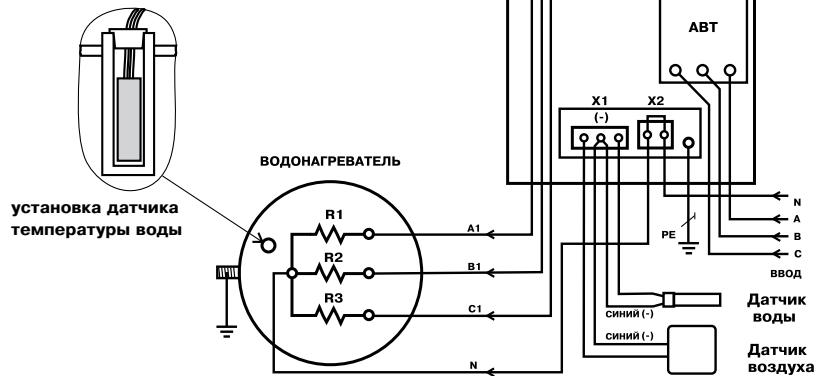

Рис.2 Схема подключения панели управления
5.2. Эксплуатация панели должна осуществляться только при условии ее подключения в соответствии со схемой подключений (Рис.2).
6.3. Подключить панель к питающей сети кабелем соответствующего сечения исходя из номинальной мощности электроводонагревателя согласно схеме подключений Рис.2 настоящего паспорта. Если используется одножильный медный провод, то необходимо тщательно зачистить и облудить присоединяемые концы. При использовании многожильного кабеля его концы необходимо тщательно зачистить и обжать контактным наконечником.
Во избежание искрения, места присоединения проводов необходимо тщательно затягивать. Ввод кабелей и проводов осуществляется с учетом сохранения степени защиты панели. При подключении панели ПУ ЭВТ-И1 к однофазной сети переменного тока необходимо соединить вместе клеммы А,В,С вводного автомата и подключить их к фазному проводу питающей сети. Нулевой провод питающей сети подключается согласно схеме Рис.2.
6.4. Установить датчик температуры воды, выполненный в виде гильзы из нержавеющей трубы, в специальное герметичное отверстие в водонагревателе. Для этого необходимо извлечь защитную пробку из отверстия, поместить в него датчик до упора и зафиксировать его пробкой, входящей в комплект датчика, (см.Рис.2). Датчик температуры воздуха необходимо установить в помещении на высоте 1.4 - 1.5 м от пола, исключив прямое воздействие на него потоков воздуха от нагревательных приборов, вентиляторов и т.д.. Нагрев корпусов датчиков при монтаже не должен превышать их максимальную рабочую температуру. Подключить датчики к монтажной колодке X1 в соответствии со схемой Рис.2, обращая особое внимание на полярность датчиков. Провода датчиков синего цвета, помеченные знаком (-) подключаются на среднюю клемму колодки X1. Датчики подключаются медными проводами сечением 0.5- 0,75кв.мм необходимой длины. При длине провода более 10 метров желательно использовать провода свитые в пары (не более 50 метров).
6.5. Подключить панель к электроводонагревателю согласно схеме подключений Рис.2 кабелем соответствующего сечения исходя из номинальной мощности электроводонагревателя.
6.6. Выполнить заземление (защитное зануление) корпуса панели в соответствии со схемой подключений Рис.2 .